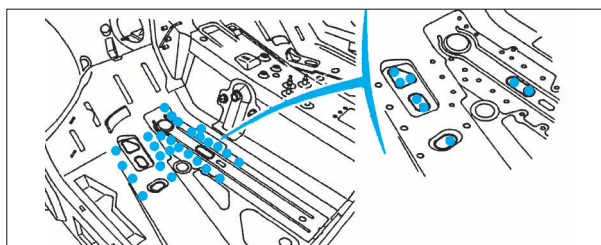

FIG. 36
- Dans l'habitacle, souder par points bouchons à l'arc sous gaz protecteur (Fig.36).